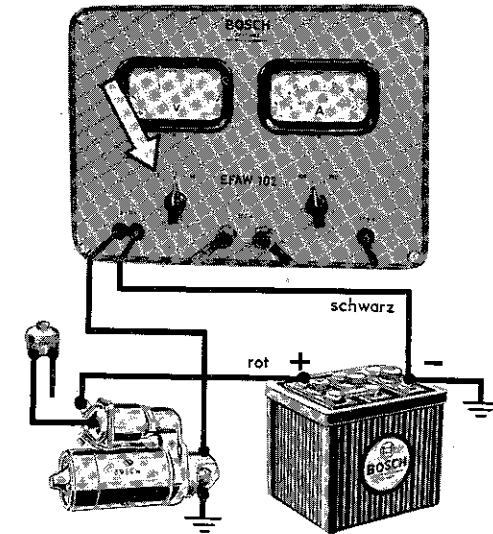

Bild 11
c) **Schlechte Masseverbindung** (siehe Bild 11)